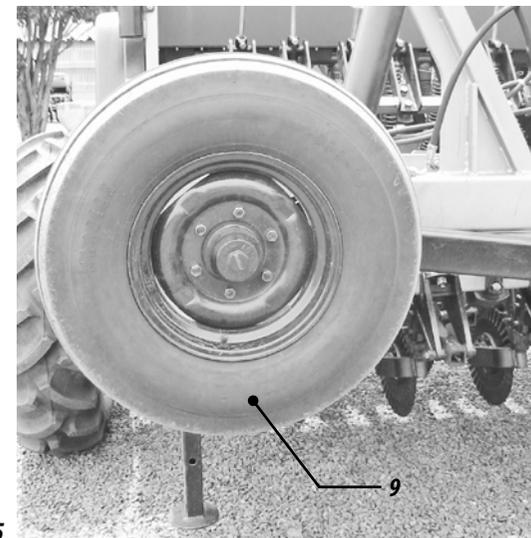

Figura 65
13 - Accione los juegos de ruedas del transporte (21) para bajar la sembradora, (llave n° 1 en el panel) . FIGURA 65.